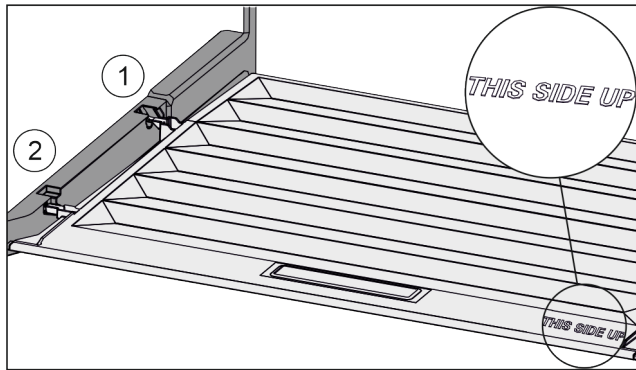

Fig. 25
- ▶ Пъхнете шийките на капака през отвора в задния държач Fig. 25 (1) и фиксирайте отпред в държача Fig. 25 (2).